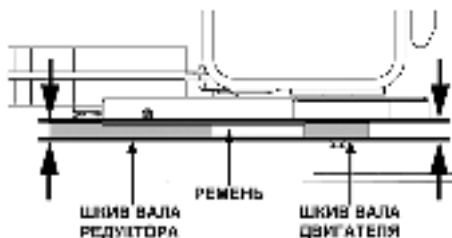

Рис. 27 Проверка соосности шкивов
3. Убедитесь, что ремень и шкивы вала редуктора и вала двигателя находятся на одной оси (Рис. 27).
В том случае, если это не так, ослабьте затяжку болтов крепления двигателя и сдвиньте двигатель так, чтобы ремень и шкивы вала редуктора и вала двигателя находились на одной оси (Рис. 27). Затяните болты крепления двигателя.